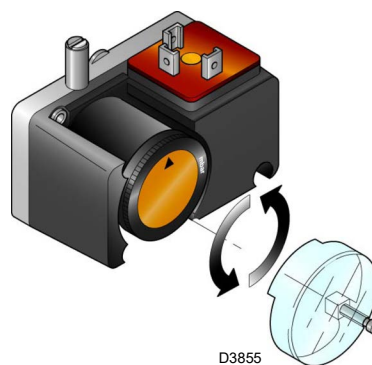

Fig. 29
- Regular el presostato para el control de estanqueidad (Kit PVP) (Fig. 29 a pág. 32), si está presente, según las instrucciones suministradas con el kit.
Regular el presostato para el control de estanqueidad (kit PVP) (Fig. 29) si está presente, según las instrucciones suministradas con el kit.